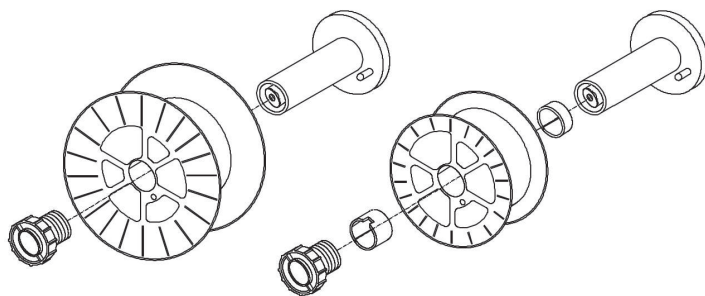

Figure 16
- Ouvrir le panneau latéral du logement de la bobine. Dévisser l'écrou de l'arbre (tambour du frein). Extraire le rochet vide (Fig.16)
- Pour les bobines les plus petites monter les entretoises comme représenté sur la Figure 16.